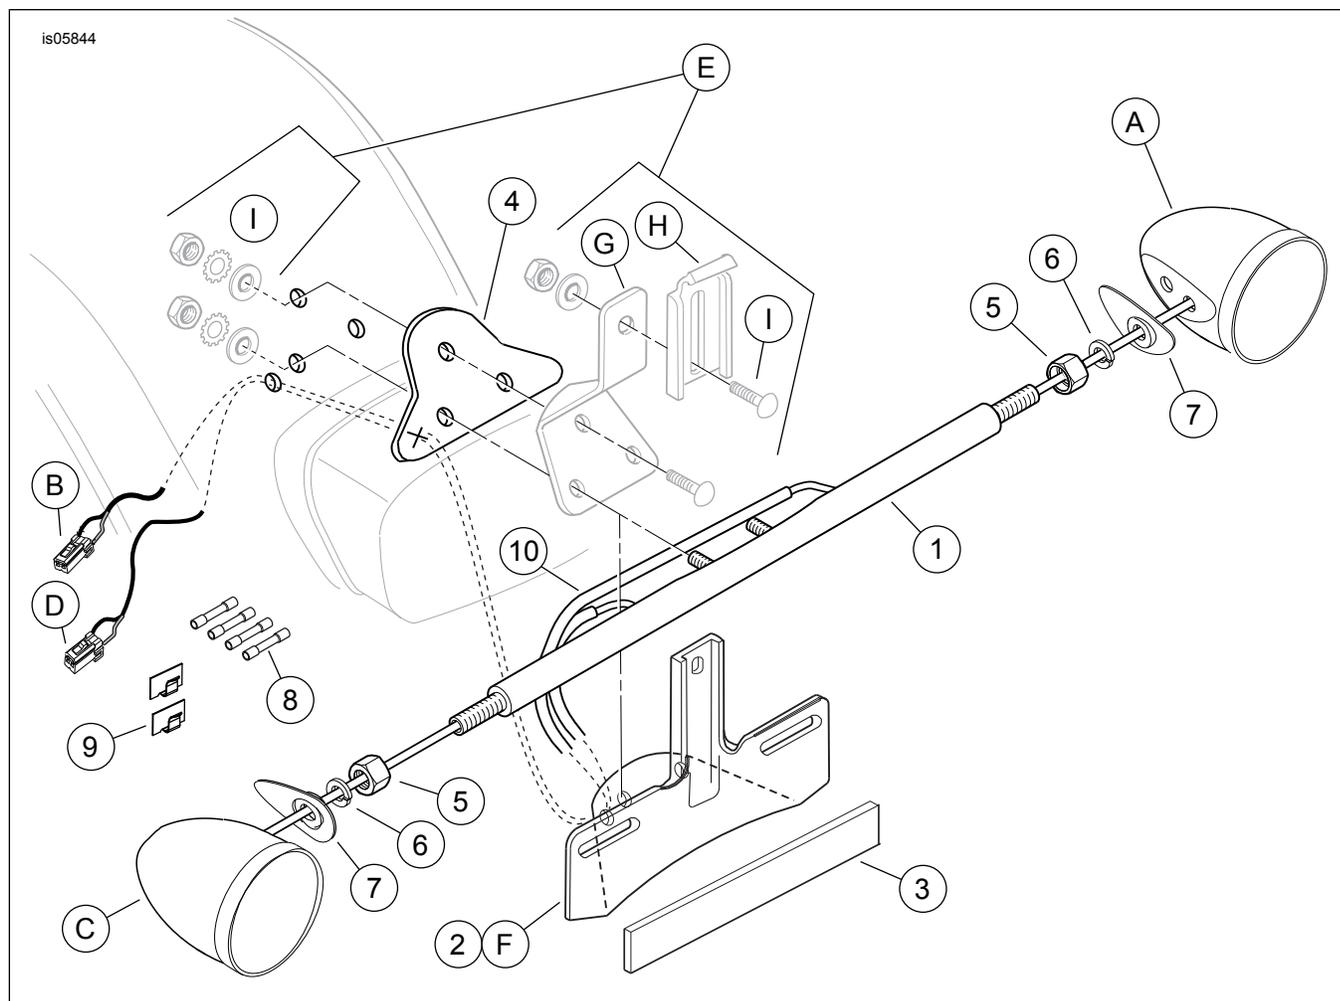

Abbildung 7. Ersatzteile, hinterer Blinkerumbausatz
2. Siehe Abbildung 7. Eine flache Unterlegscheibe aus dem vorherigen Schritt auf eine **neue** Schraube (separat erhältlich) auflegen. Die Schraube durch das Befestigungsloch im Schutzblech und in der Schutzblechstütze einsetzen. Eine der ursprünglichen Sicherungsscheiben auf das Befestigungsteilgewinde aufsetzen und einige Tropfen Loctite 243 – Blue auf die Gewinde auftragen. Die Schutzblechstütze mit einer **neuen** Hutmutter (separat erhältlich) am Hinterradschutzblech befestigen. Befestigungsteile mit einem Drehmoment von 16,3–24,4 N·m (12–18 ft-lbs) anziehen. Die Schritte auf der anderen Seite wiederholen.
Die Kennzeichenhalterung-Baugruppe vom Schutzblech abbauen. Siehe Abbildung 7. Die Befestigungsteile (E) für den Einbau der neuen Halterung (2) aus **diesem** Satz aufheben.
1. Siehe Abbildung 7. Die Blinkerleiste (1) und die zwei Gegenmutter (5) aus dem Satz bereit legen. Die Gegenmutter ganz auf die Enden der Blinkerleiste aufschrauben; die angefasste Seite der Mutter muss in Richtung Leiste zeigen.
- a. Ein Stück Abklebeband im Bereich links der drei Kennzeichenhalterungslöcher über der Schlussleuchte auf das Hinterradschutzblech (3) kleben.
- b. Vom linken unteren Loch (4) die Abmessungen (6) und (7) messen und die Lage der Öffnung (5) auf dem Abklebeband markieren.
- c. Eine neue Unterlage (1) aus dem Satz auf das Schutzblech legen und die Löcher auf die drei Löcher im Schutzblech ausrichten. Sicherstellen, dass die Unterlage ein Loch mit 10 mm (3/8 in) Durchmesser an der markierten Stelle abdeckt.
- f. Die Unterlage (1) auf das Schutzblech legen und die Löcher auf die drei Löcher im Schutzblech ausrichten.
- h. Eine neue Unterlage (1) aus dem Satz auf das Schutzblech legen und die Löcher auf die drei Löcher im Schutzblech ausrichten.
2. **ALLE Modelle:** Die Unterlage vom Schutzblech entfernen und an der Markierung ein Kreuzmuster (2) schneiden, wie dargestellt.
3. Siehe Abbildung 7. Die **neue** Kennzeichenhalterung (2) aus dem Satz nehmen. Die Kabel von beiden Blinkern durch das Loch links außen in der Kennzeichenhalterung, den Kreuzschnitt in der Unterlage und das Loch links außen im Schutzblech verlegen.
4. Die Unterlage (4) auf das Schutzblech legen und die Löcher und den Kreuzschnitt auf die vier Löcher im Schutzblech ausrichten. Die Original-Kennzeichenstützhalterung (G) auf die Unterlage setzen und **nur durch das obere Loch** mit dem früher entfernten Original-Befestigungsteilen (E) am Schutzblech befestigen.